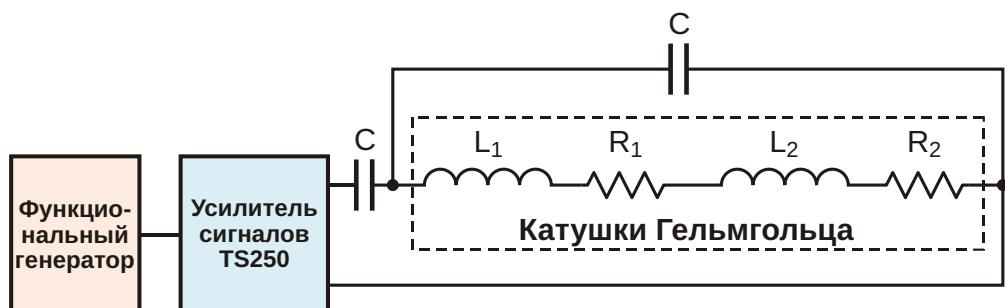

Рисунок 8. Формирование высокочастотного поля Гельмгольца с использованием резонансного усиления тока для удвоения магнитного поля.
Рисунок 8 показывает включение катушек Гельмгольца при использовании резонансного усиления тока. Для этого необходимы два конденсатора одинаковой емкости. Один конденсатор подключается последовательно с катушками, так же, как в рассмотренной выше схеме последовательного резонанса, а второй – параллельно двум катушкам. Влияние параллельного конденсатора аналогично паразитным конденсаторам, рассмотренным выше в описании эквивалентной схемы катушек Гельмгольца. Резонансная частота вычисляется по формулам (5) или (6). Емкос-